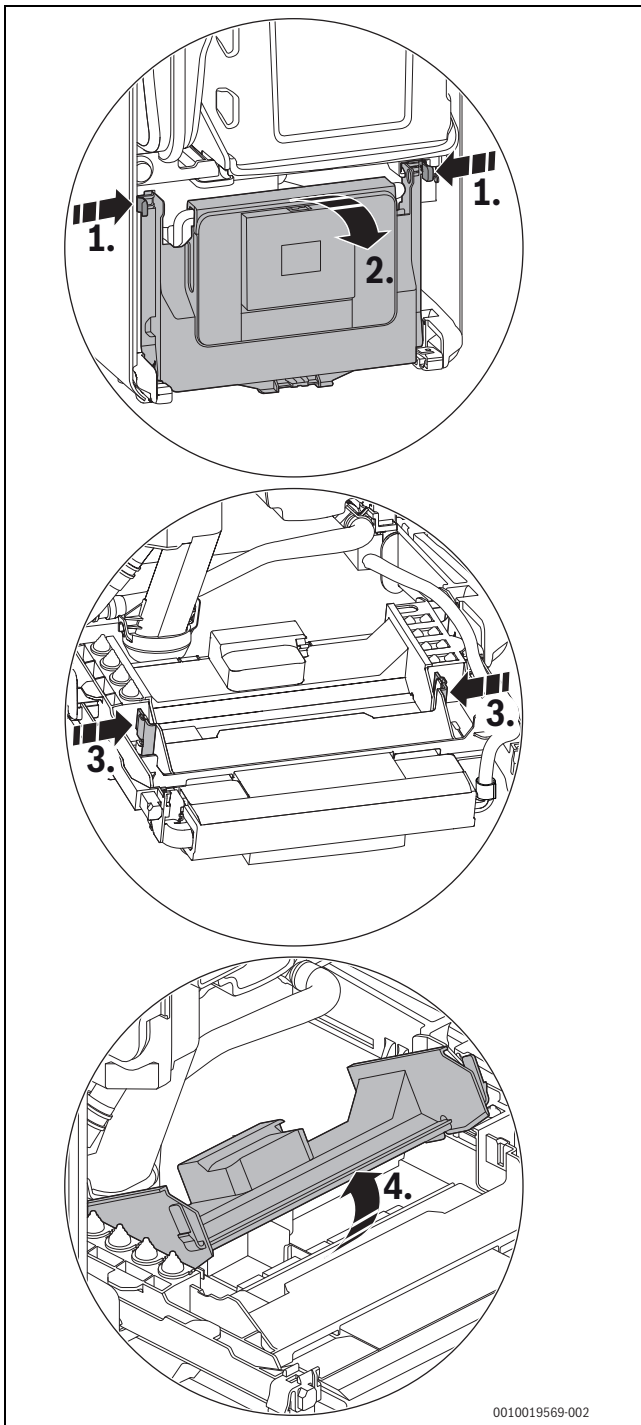

Fig. 72 Apertura del pannello protettivo
- ▶ Ruotare verso il basso il dispositivo di controllo (→ fig. 72, pagina 44).